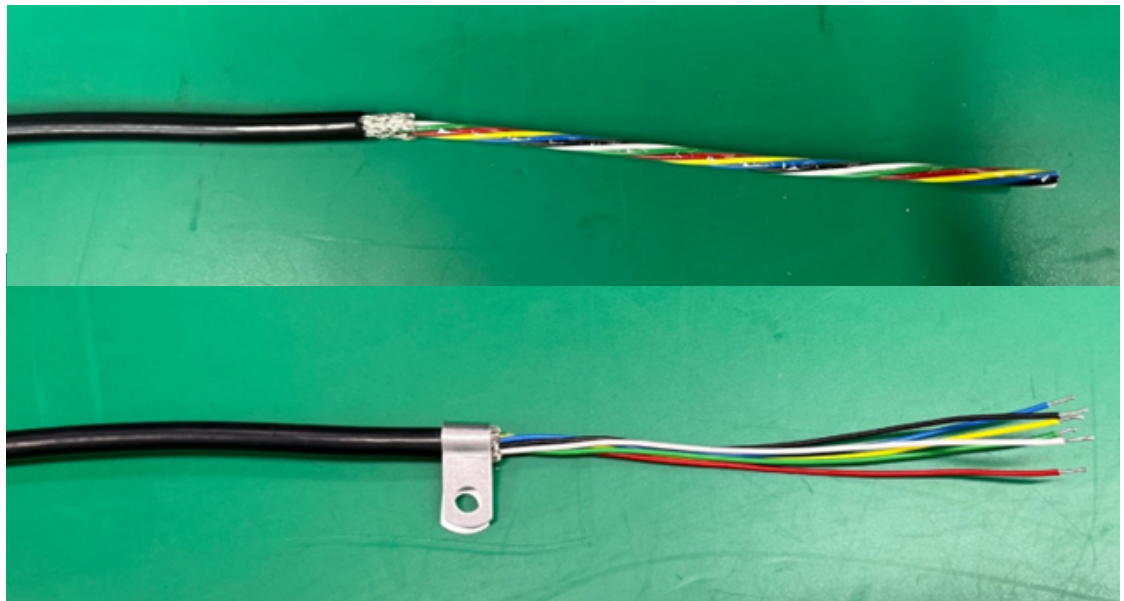

Figura 2-28: Cabo de célula de carga com fecho de baioneta
- Coloque o clipe de aterramento fornecido com o terminal sobre o fio de blindagem exposto (veja a Figura 2-28).